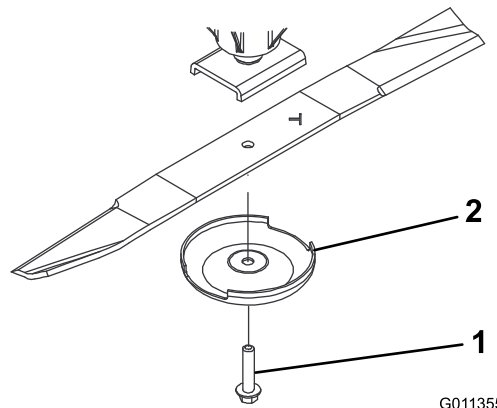

Figura 103
3. Togliete il bullone, la coppa antistrappo e la lama dall'asse del mandrino (**Figura 103**).